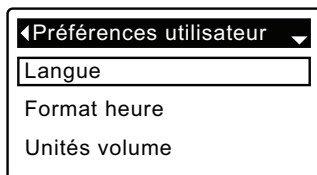

FIG. 46
3. Appuyez sur le SÉLECTEUR (O) pour afficher le menu des préférences utilisateur (cf. Figure 46).
7. Appuyez sur le SÉLECTEUR (O) : l'afficheur revient au menu des préférences utilisateur (cf. Figure 46).